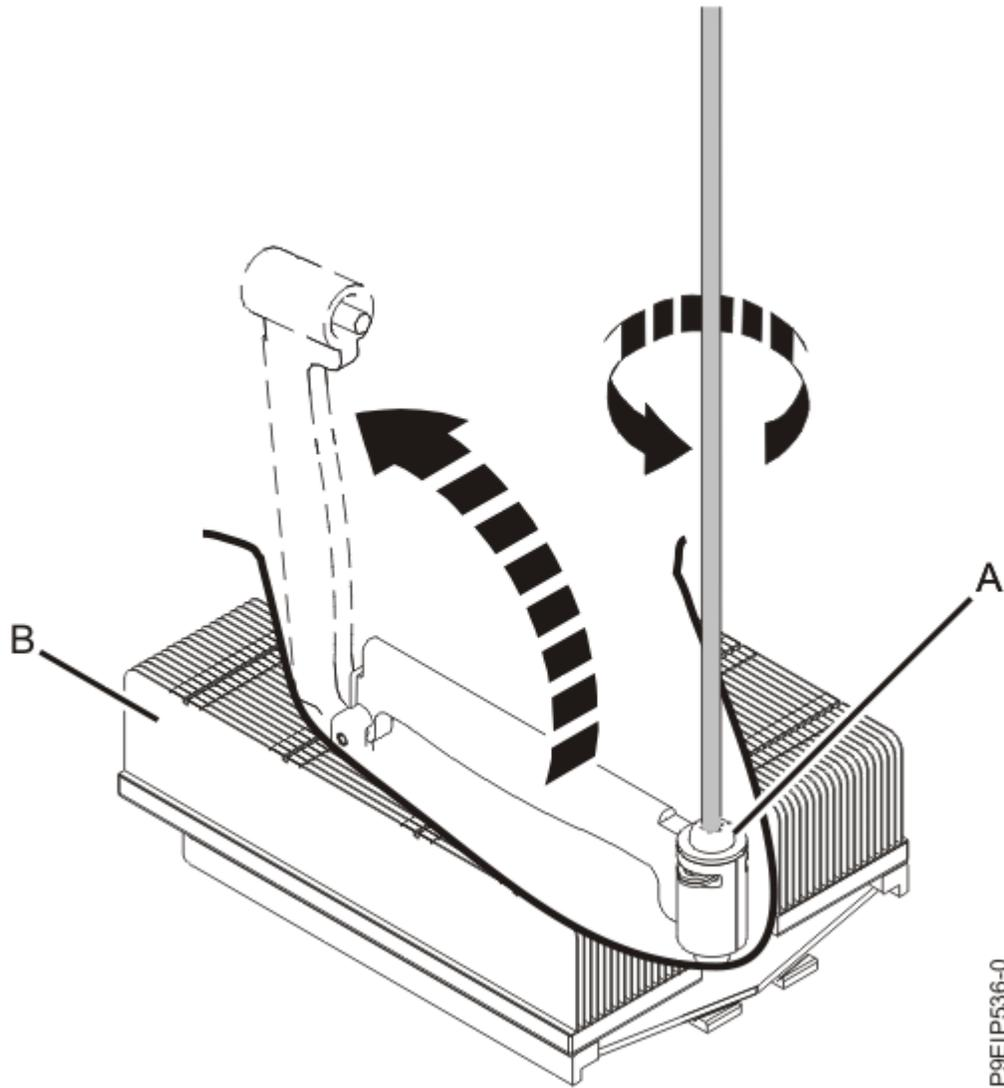

Figure 36. Desserrage de la vis du bras de chargement du dissipateur thermique
3. Desserrez la vis du bras de chargement (**A**) du dissipateur thermique du processeur système (**B**) que vous retirez avec un tournevis Phillips 3. Le bras de chargement pivote vers le haut, dans la direction indiquée dans la Figure 36, à la page 40.